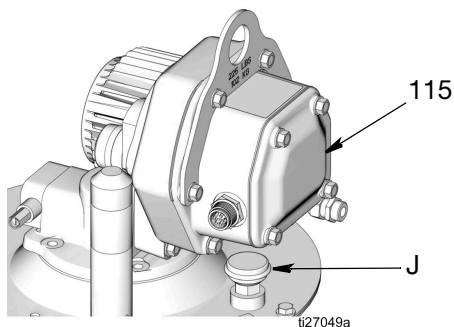

図 51
注: ポンプを正しくに取り付けると、図 51 に示すように、ブリーザー (J) は制御ボックス (115) の下にくるはずで